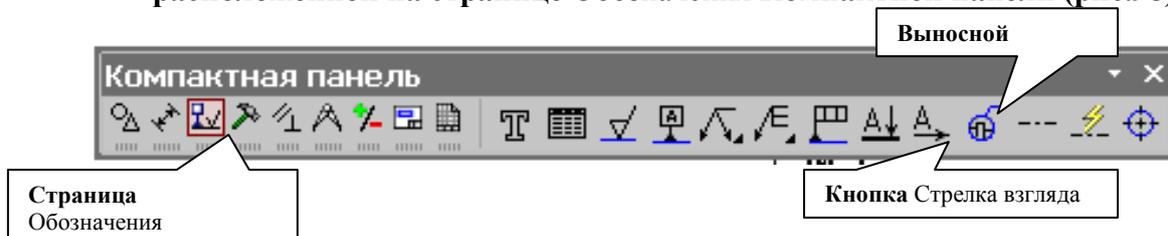

Рис.98 Страница Обозначения
2. Изобразим стрелку взгляда с помощью кнопки Стрелка взгляда расположенной на странице Обозначения Компактной панели (рис.98).
Выносной элемент, расположенной на странице Обозначения (рис.98). Вначале укажите точку центра контура, ограничивающего выносной элемент, затем задайте размеры конура и укажите точку начала полки t2.